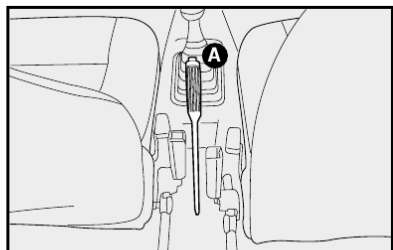

fig. 1
**FREIO DE MÃO fig. 1**
- 1) Levantar levemente a alavanca e apertar o botão de desengate **A-fig.1**.